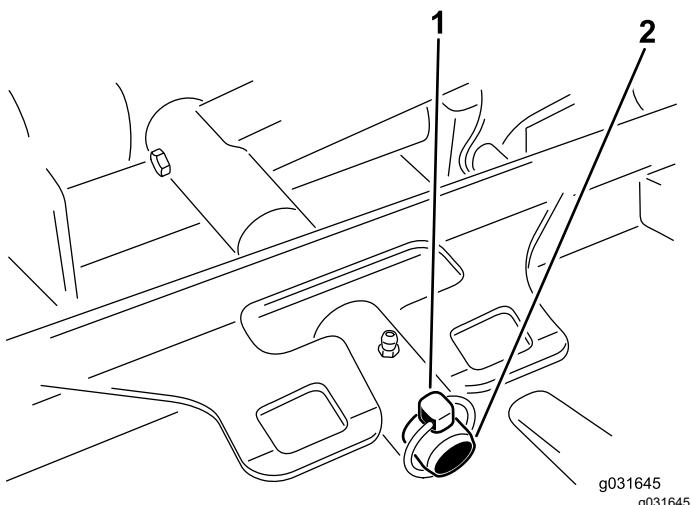

Figura 69
- Retire o pino de sujeição ou a porca de bloqueio que fixa estrutura de suporte da unidade de corte ao pino de articulação do braço de elevação (Figura 69).
- Deslize a estrutura de suporte da unidade de corte para o pino da articulação do braço de elevação e prenda-a com o pino de sujeição ou a porca de retenção (Figura 69).